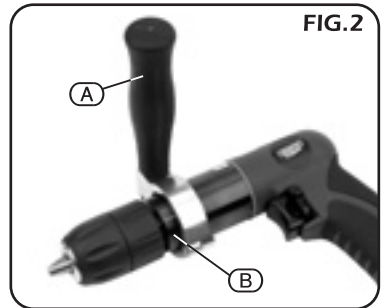

FIG.2
- **AUXILIARY HANDLE - 5277K/PRO ONLY (FIG.2):**